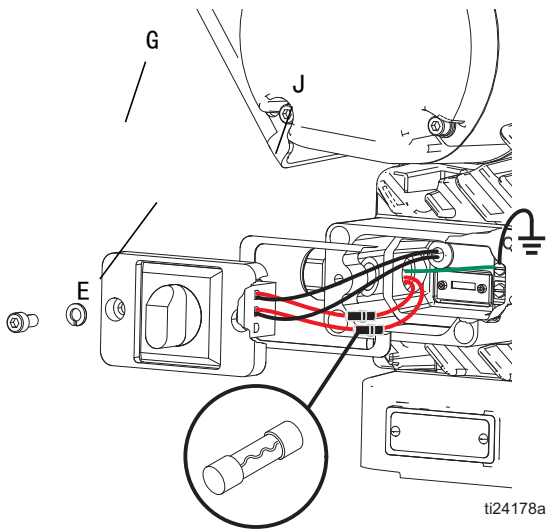

图 4：接地线
6. 在空间允许的情况下，将风扇导线及其他电源线放在隔断块 ( J ) 两侧的开放区域。重新安装接线盒盖。参见图 4。